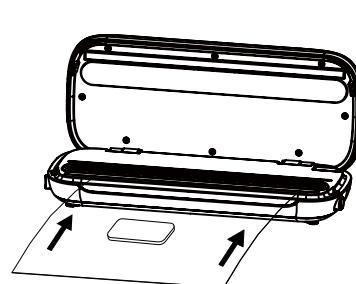

图1
- 3.将真空包装袋开口端放进机器真空室内（一般超出真空室内壁3-5mm即可），确保袋子不漏气，如图1；